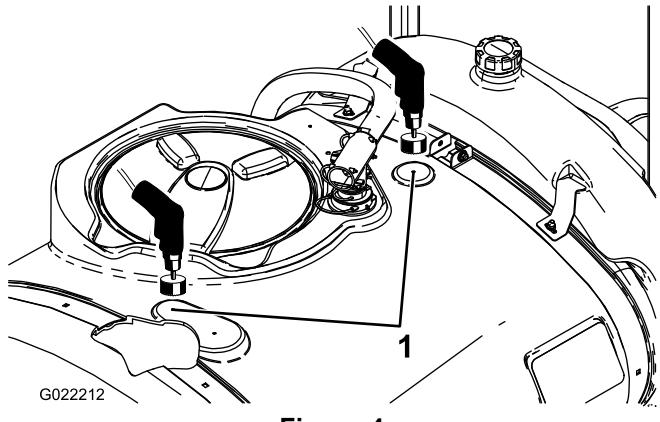

Figura 4
2. Individuate i due segni di foratura sul serbatoio principale (Figura 4).